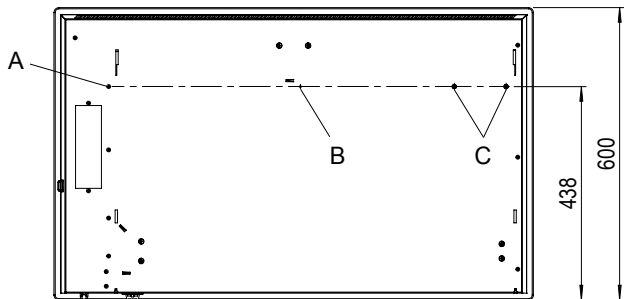

Fig. 1 Geräterückseite Typ 15/335, 15/336, 15/337
- Blechschaube „A“ (siehe Fig. 1) aus dem Gerät herausdrehen.